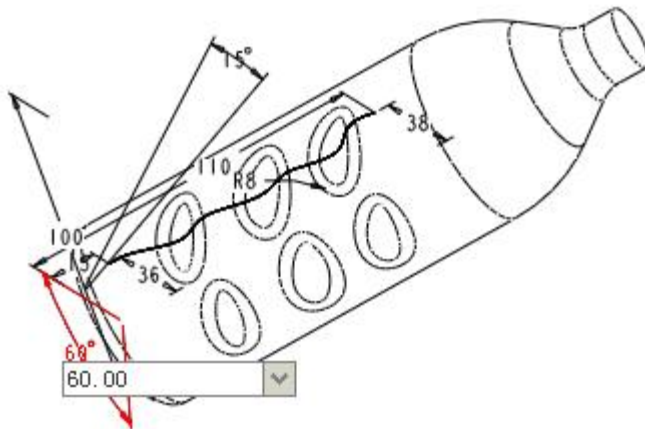

图 3-217
- (2) 选择角度尺寸“60°”作为阵列方向的尺寸，在弹出的文本框中输入角度尺寸增量为“60”，如图 3-217 所示。